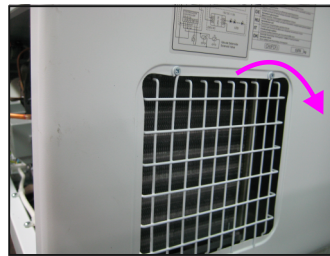

Abb.6
- Entfernen Sie die Schrauben des hinteren Gitters (Abb. 6), um Zugang zum rechten Kondensator zu erhalten, und die Schrauben der Frontplatte (Abb. 7), um Zugang zum linken Kondensator zu erhalten bekommen.